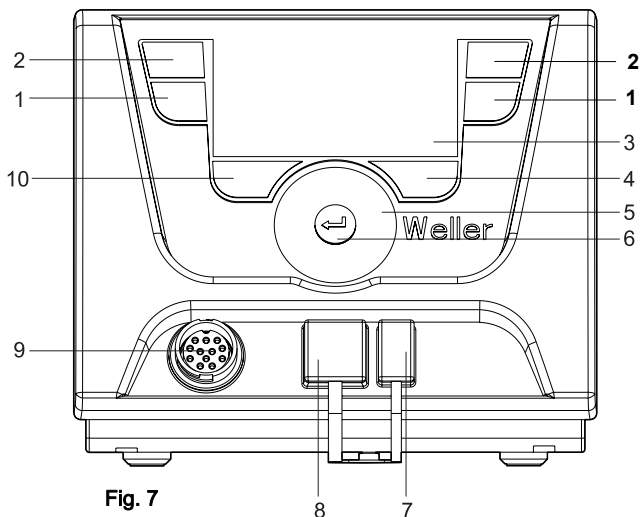
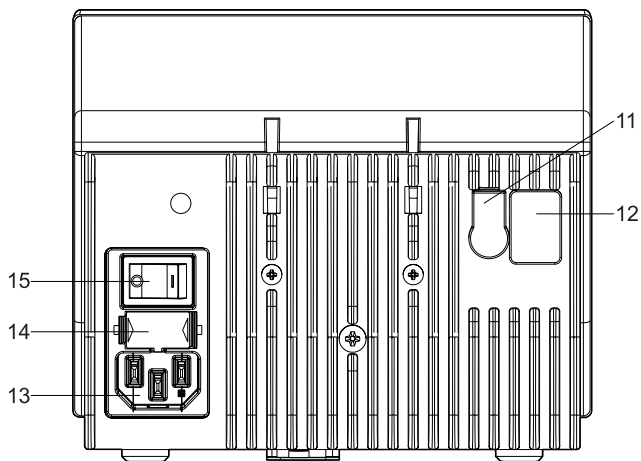

Fig. 7
Fig. 8
Attenersi alle illustrazioni panoramiche (Fig. 7 e Fig. 8, pagina 8).
*) Vedere anche le illustrazioni panoramiche (Fig. 7 e Fig. 8, pagina 8).